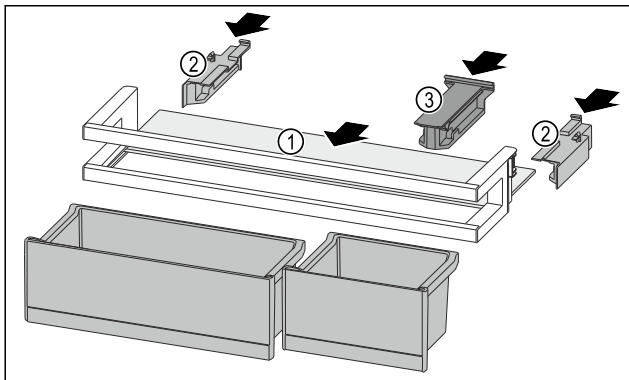

Fig. 122
- ▶ Împingeți în interior raftul Fig. 122 (1) în degajările laterale.
- ▶ Introduceți piesele laterale Fig. 122 (2).
- ▶ Introduceți piesa de susținere Fig. 122 (3).